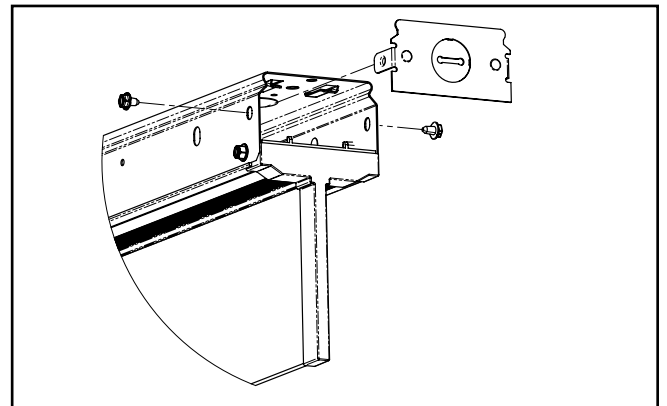

Figura 1.
1. Quite los dos tornillos que unen la placa metálica del extremo como se muestra (Figura 1). Descarte la placa del extremo, pero conserve los tornillos para usarlos luego.
1. Quite los dos tornillos que unen las placas metálicas del extremo como se muestra (Figura 1) en los extremos de las dos luminarias en cualquiera de los lados del sensor. Descarte las placas del extremo, pero conserve los tornillos para usarlos luego.